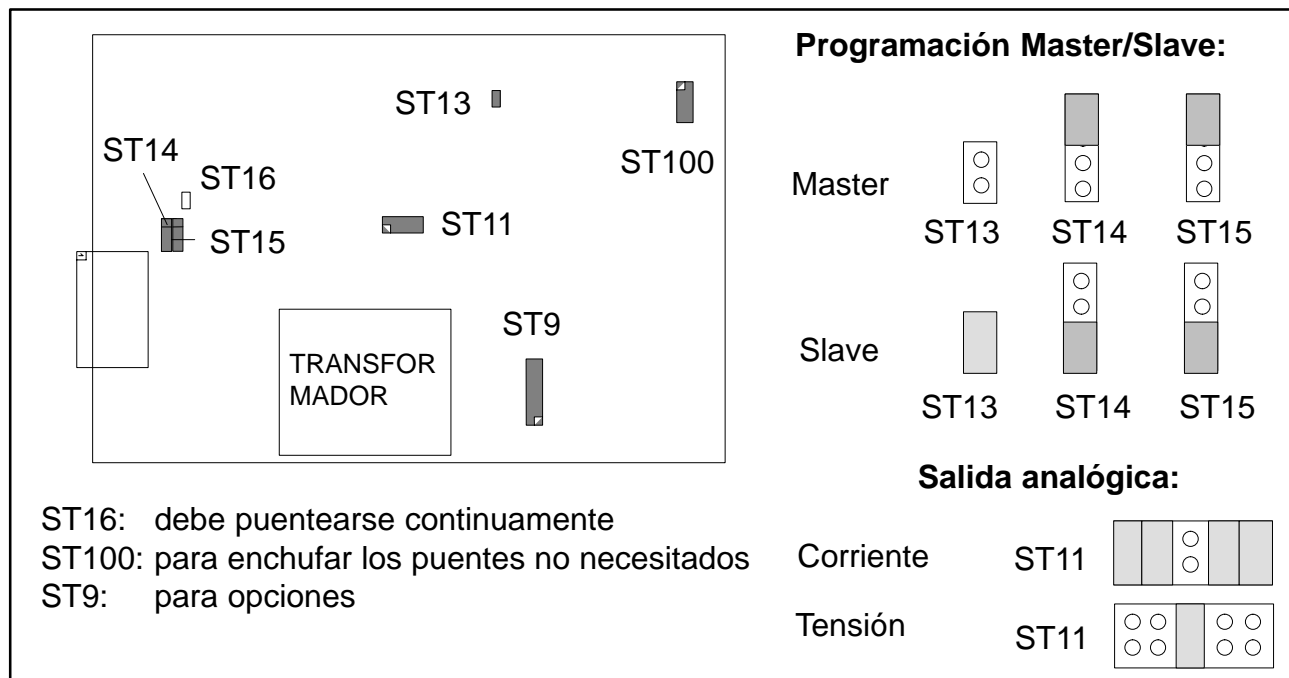

Fig. 2.1: Situación de los puentes de contacto en la pletina
- 3 Modifique el ajuste que considere pertinente con ayuda de los puentes de contacto Fig. 2.1.
La señal de salida analógica (tensión, corriente) se selecciona cambiando el conexionado de los puentes de contacto ST11 (véase Fig. 2.1). Las selecciones $\pm 20\text{mA}$ y $4\text{...}20\text{mA}$ se realizan en el diálogo de usuario.
Para sincronizar varios aparatos, a uno de ellos se le atribuye la función de Master. Todos los demás aparatos serán Slaves. La selección "Master" y "Slave" se realiza mediante los puentes de contacto ST13, ST14 y ST15 (véase Fig. 2.1).